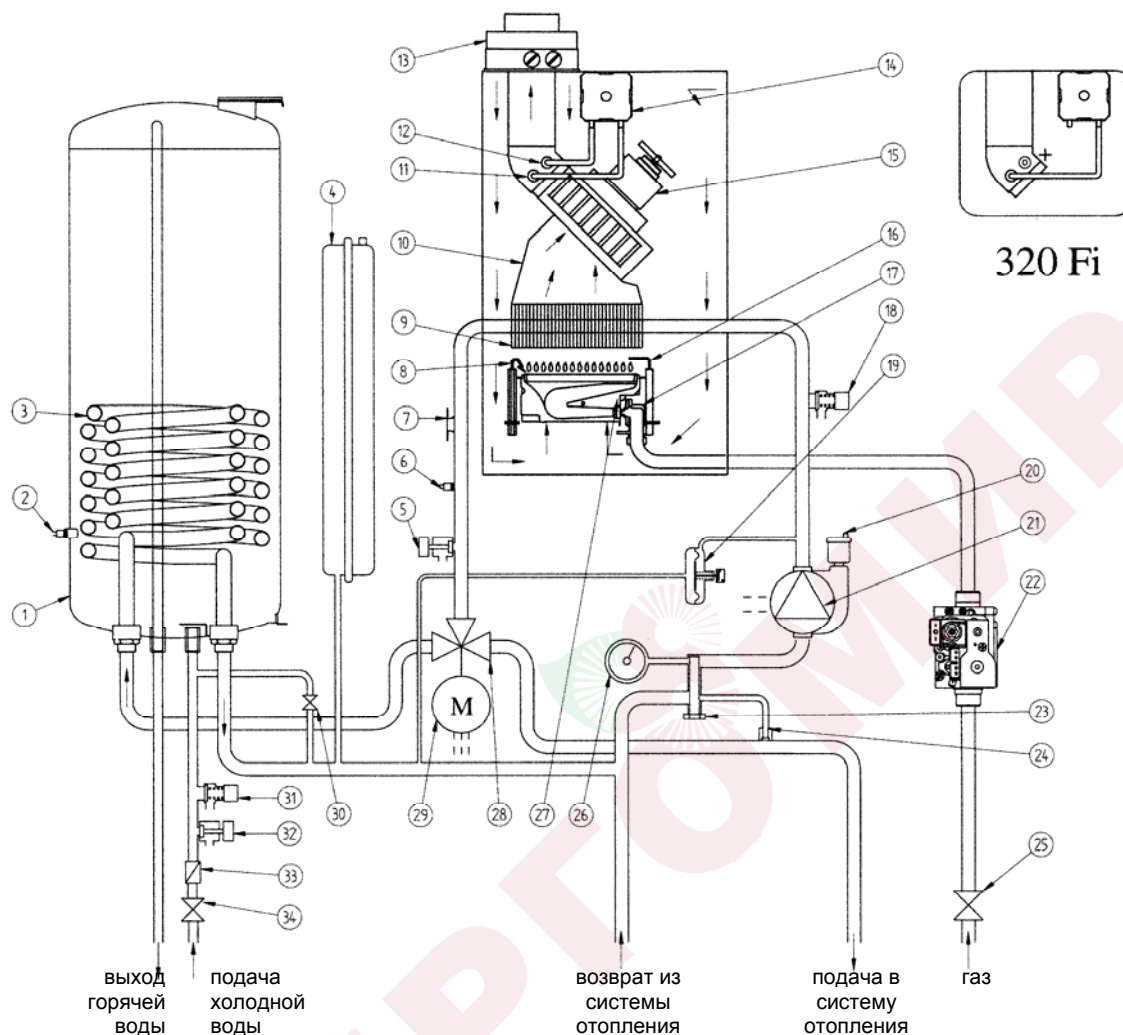

Рис.21
- **Термостат – датчик тяги (модели 240 i – 280 i)** данное устройство (позиция 15 - Рис.21)- расположен в левой части вытяжного колпака, и перекрывает подачу газа к основной горелке, если засорился дымоход или нет тяги по другой причине.